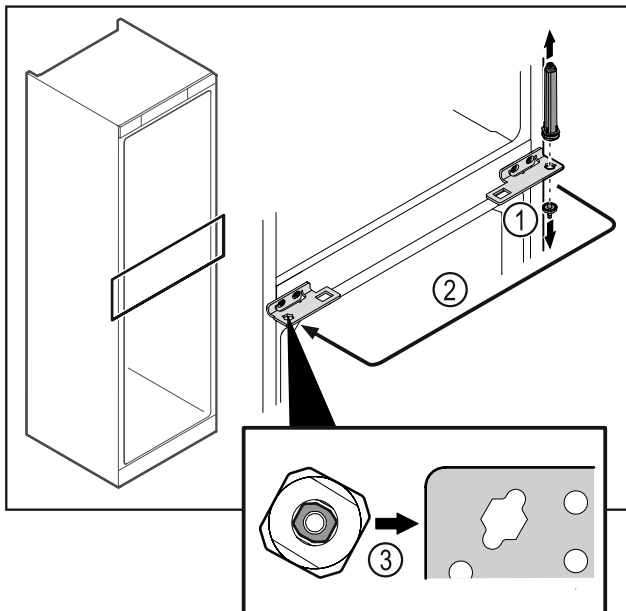

Fig. 38
- Dévisser l'axe de la charnière Fig. 38 (1).
- Changer le système de fermeture de la porte Fig. 38 (2) de côté.
- Lors de la mise en place, veiller à l'orientation correcte du système de fermeture de la porte Fig. 38 (3).